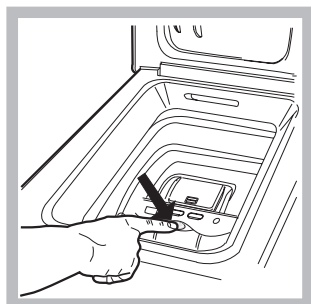

Fig. 2
**B) Ouverture douce du tambour (Fig. 2):**